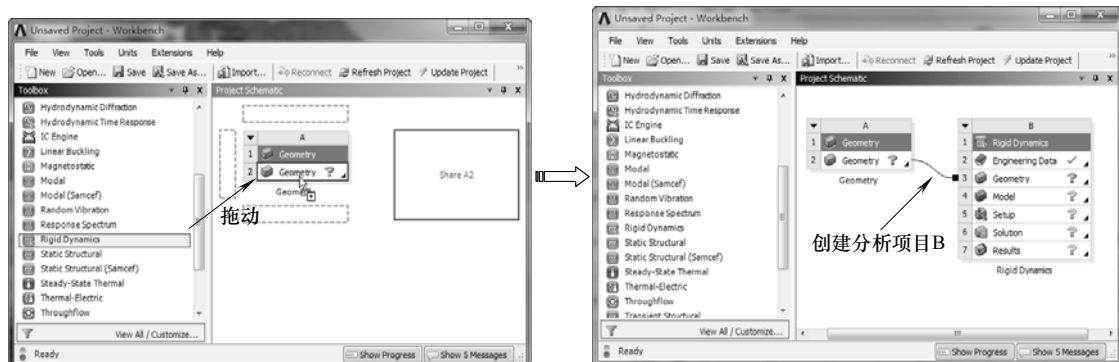

图 10-15 创建分析项目 B
4) 在【Toolbox (工具箱)】中【Analysis Systems】下的【Rigid Dynamic】选项上按住鼠标左键, 拖动到【Project Schematic (项目管理区)】分析项目 A 中的 A2 上, 当 A2 呈红色高亮显示时, 释放鼠标创建分析项目 B, 如图 10-15 所示。